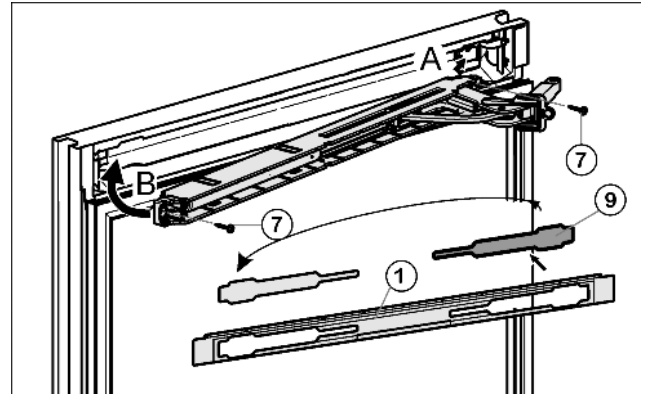

Fig. 15
- ▶ Afdekking *Fig. 15 (9)* uit de afdekplaat *Fig. 15 (1)* nemen en aan de andere kant weer inzetten.
- ▶ Bovenste sluitdemper-eenheid met scharnier naar de scharnierzijde gericht inhaken (A) en indraaien (B).
- ▶ Sluitdemper-eenheid vastschroeven (2 maal Torx® 15) *Fig. 15 (7)*.